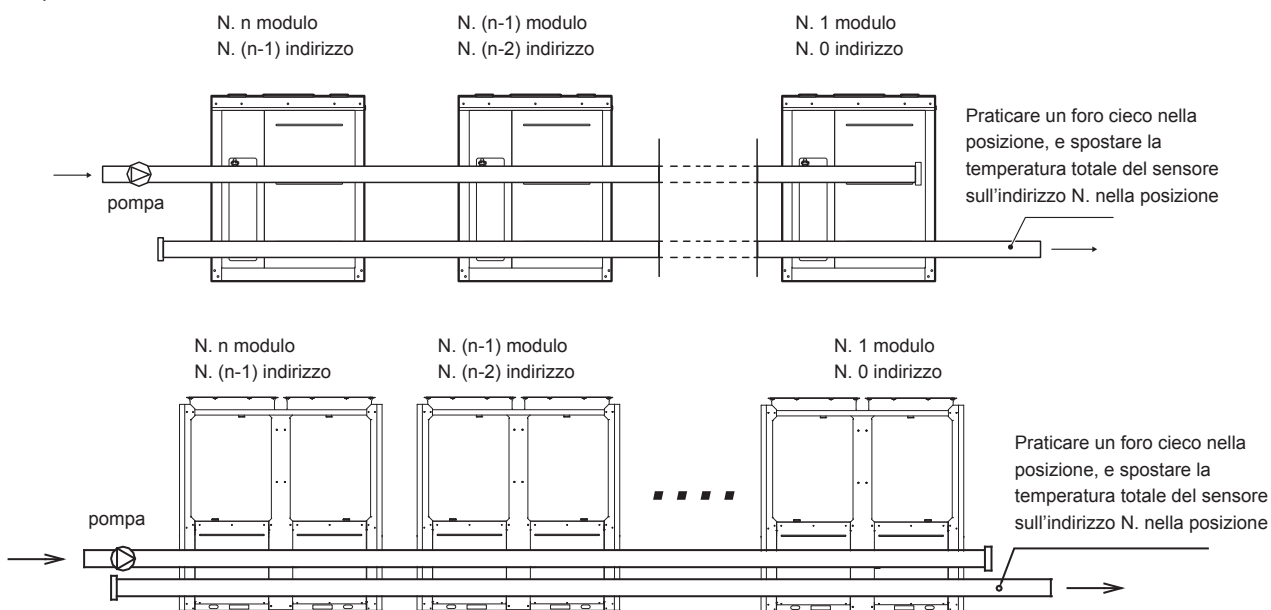

Fig.8-28 Installazione multimodulo (non più di 16 moduli)
- c) Il tubo di ingresso dell'evaporatore deve essere dotato di un controller di flusso target, per realizzare una protezione contro l'interruzione del flusso per l'unità. Entrambe le estremità del regolatore di flusso target devono essere fornite con sezioni di tubo diritte orizzontali il cui diametro è 5 volte quello del tubo di ingresso. Il controller di flusso target deve essere installato in stretta conformità con la "Guida all'installazione e alla regolazione per il controller di flusso target" (Fig.8-28, 8-29). I cavi del controller di flusso target devono essere condotti all'armadio elettrico attraverso un cavo schermato (vedere lo Schema elettrico di controllo per i dettagli). La pressione di esercizio del controller di flusso target è 1.0MPa e la sua interfaccia ha un diametro di 1 pollice. Dopo l'installazione delle tubazioni, il controller del flusso target verrà impostato correttamente in base al flusso d'acqua nominale dell'unità.